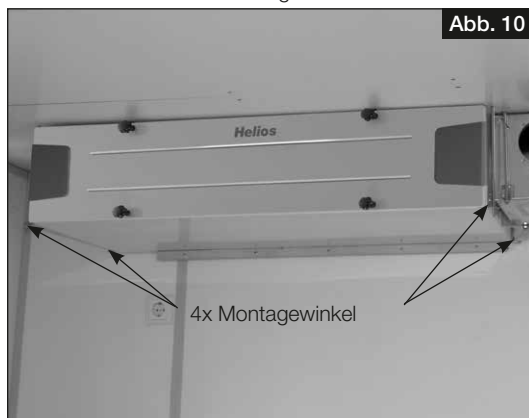
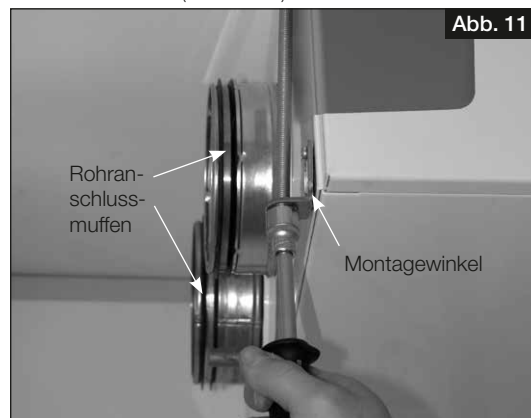

Abb. 10
Abb. 11
2. Montagewinkel mit Schwingungsdämpfern (4x; im Lieferumfang enthalten) mit Blechschrauben an den unteren Seitenwänden befestigen (s. Abb. 10 und Abb. 11).
3. Das Gerät bauseits mit langen M8-Gewindestäben an die Decke montieren (s. Abb. 11).